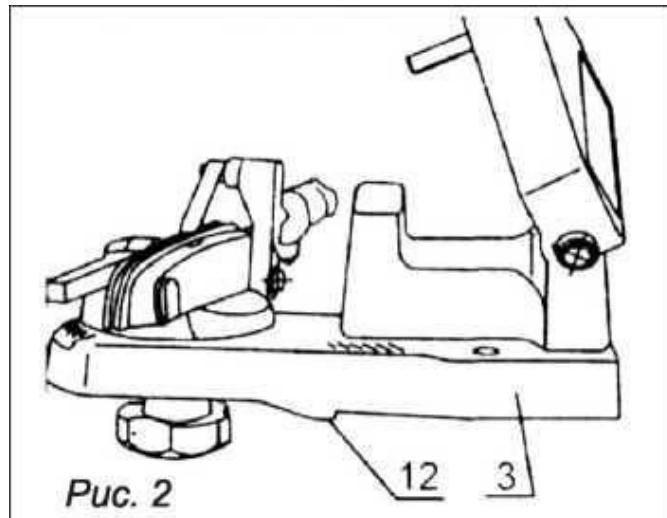

Рис. 2
- Расположите станок на рабочем столе, уперев выступы основания 12 в край стола (рис. 2). Разметьте на поверхности стола положение крепёжных отверстий. Просверлите отверстия $d=9$ мм. Прикрепите станок к рабочему столу через два крепежных отверстия в основании 3.